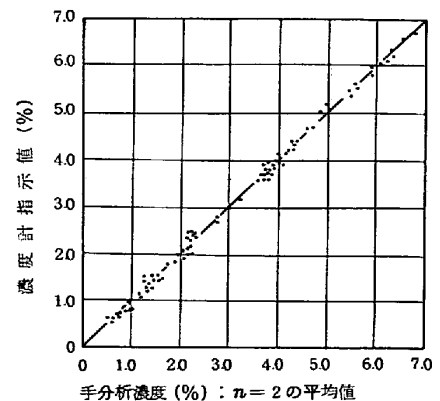

図3 分析値と濃度計指示値
3. 測定結果 実用設備による測定結果の一例を、図3に示す。エマルジョン性状(油滴径分布)、含有鉄分量(~2000 ppm)気泡量等の大きく異なる試料について、良好に油脂分濃度のみ測定でき、圧延操業上の重要な計測器として活用されている。